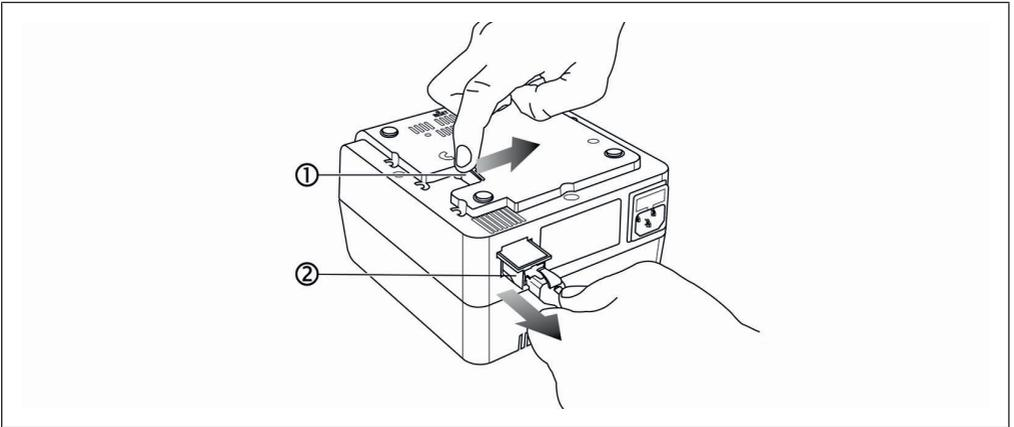

Abb. 18: Ethernet-Netzwerkkarte herausziehen
- a) Den LötKolben zweimal antippen, um den Heizkörper abzuschalten. Während des Antippens den LötKolben leicht nach oben neigen (siehe Abb. 18).